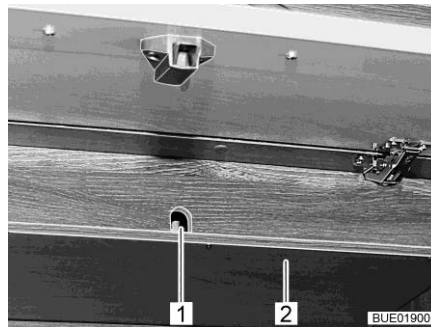

Bild 202 Lucka på hängskåp
- Ta bort skyddet (Bild 202,2) under åtkomstöppningen (Bild 202,1) för veven.